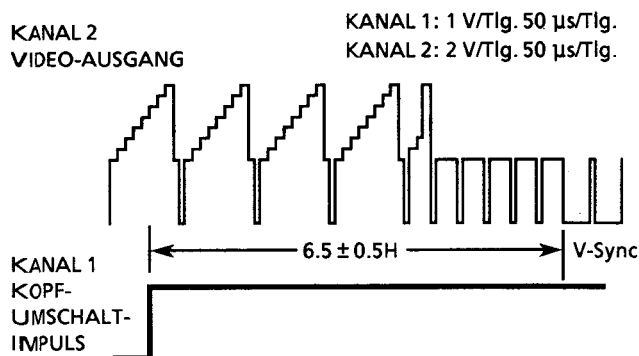

Abbildung 2-2.
5. R701 so einstellen, daß die Vorderkante des Kopfumschaltimpulses  $6,5 H$  (Zeilen) vor dem Vertikalsync liegt, siehe Abbildung 2-2.